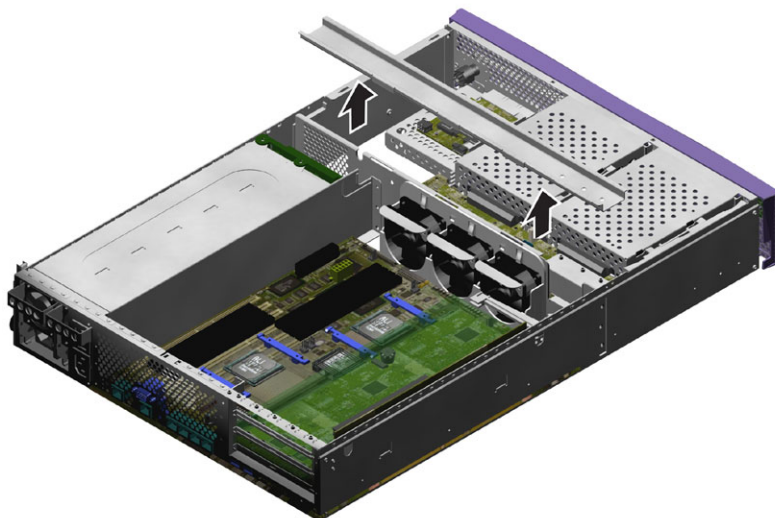

図 1-6 U 溝型のバーの取り外し
5. サーバー内の横に渡された U 溝型のバーの固定を解除して取り外します (図 1-6)。サーバーの正面から背面に接続するケーブルを取り扱うには、このバーを取り外す必要があります。